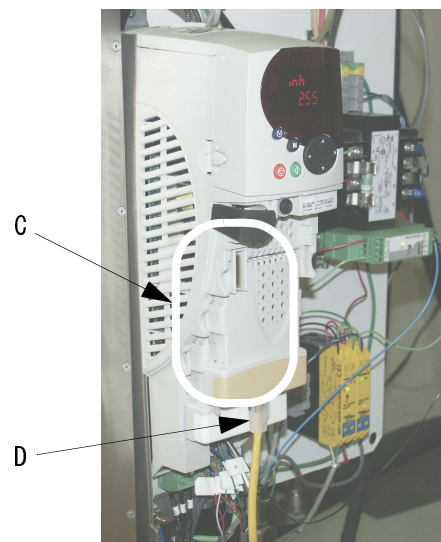

図 17
CAT 5 イーサネットケーブル (D) を使用して VFD イーサネットモジュール (C) を PC に接続します。図 17 を参照してください。